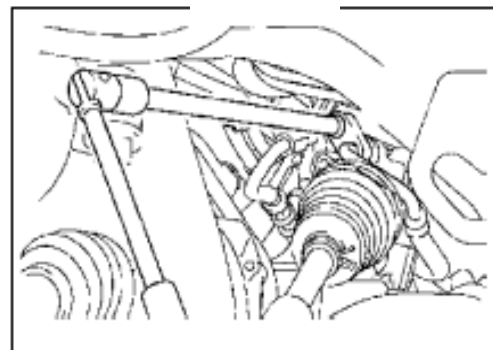

Рис. 243
3. Снимите сливной трубопровод с помощью специального инструмента (рис. 243)